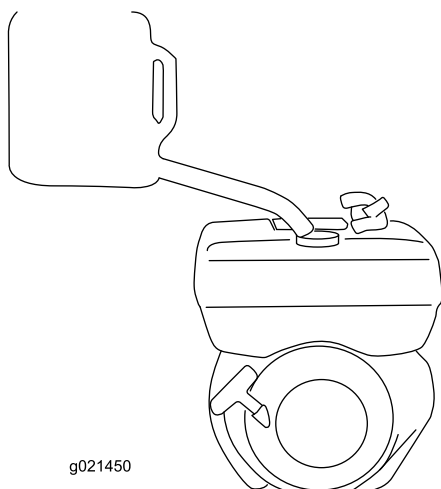

Figura 17
3. Añada combustible diésel al depósito de combustible (Figura 17).